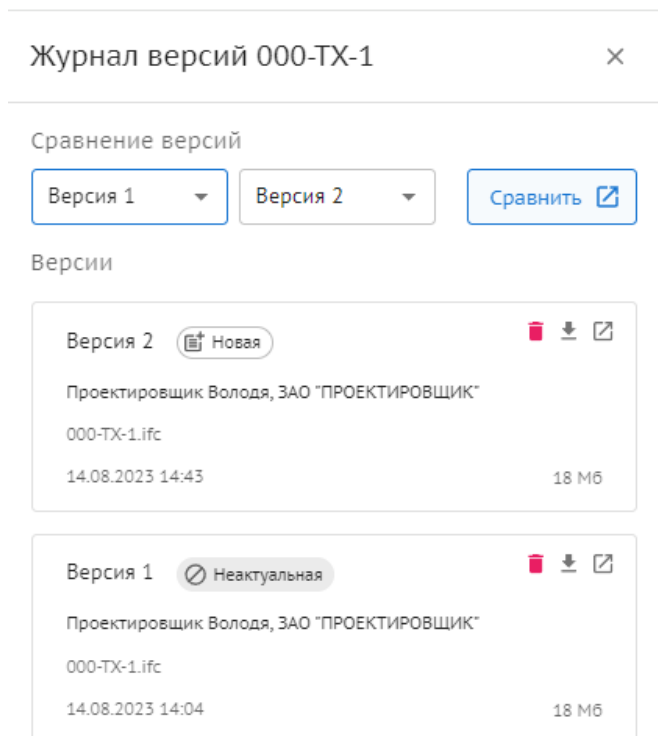

Рисунок 57. Журнал версий
- Откроется “Журнал версий” (Содержит информацию о всех версиях модели с указанием статуса и даты загрузки) (Рисунок 57);